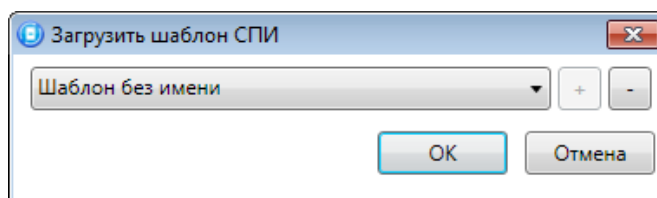

Рис. 5.35. Загрузить шаблон СПИ
**Загрузить шаблон настроек:** открытие окна *Загрузить шаблон СПИ* (Рис. 5.35), с помощью которого можно сконфигурировать контроллер по предварительно созданному шаблону. Для того чтобы применить шаблон, выберите его в списке и нажмите кнопку *ОК*. Для того чтобы удалить один из сохраненных шаблонов, выберите его в списке и нажмите кнопку .